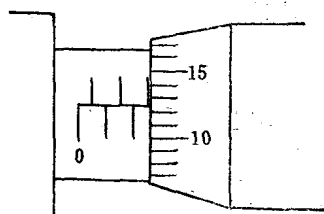

图 1-12
9. 使用螺旋测微器测量一根金属丝的直径时,其刻度示数如图1-12所示。因此,这根金属丝的直径是